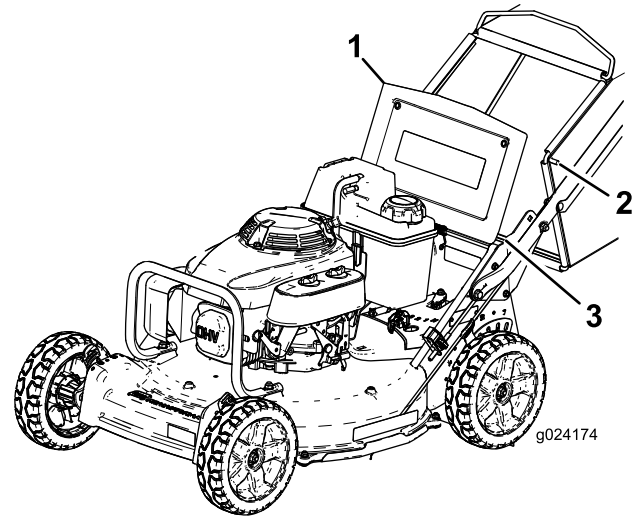

Figure 22
2. Soulevez le volet arrière et gardez-le dans cette position (Figure 22).
4. Placez les extrémités de la tige du bac dans les crans à la base du guidon et basculez le bac d'avant en arrière pour vous assurer que les extrémités de la tige sont bien engagées au fond des deux crans (Figure 22).
3. Enlevez la tige du bac à herbe des crans à la base du guidon (Figure 22).